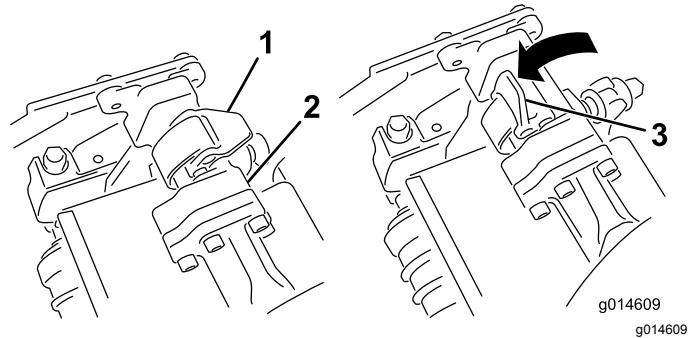
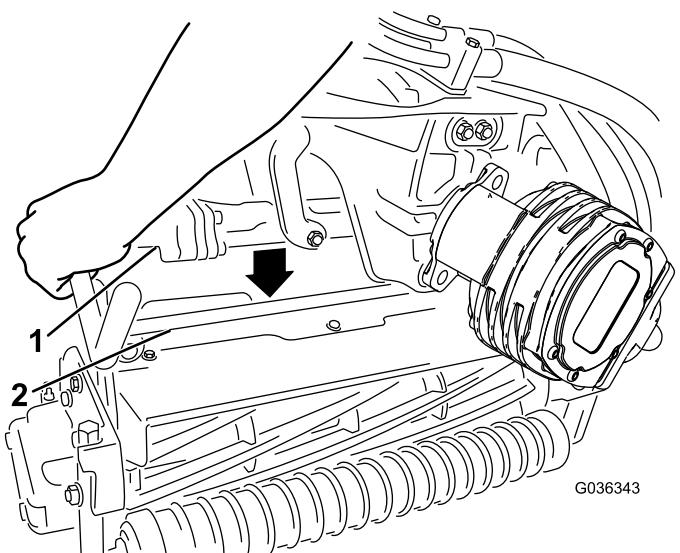

Bild 50
Bild 51
- Die Riegel an der Aufhängearmstange müssen nach oben zeigen (d. h. offen) (Bild 50); drücken Sie den Aufhängearm dann so nach unten, dass die Stange über die Stange an der Oberseite der Schneideeinheit passt (Bild 51).
- Drücken Sie die Riegel nach unten um die Schneideeinheitstange herum und arretieren sie (Bild 50).
5. Öffnen Sie die Riegel an der Aufhängearmstange der Schneideeinheit, die Sie entfernen möchten (Bild 50).